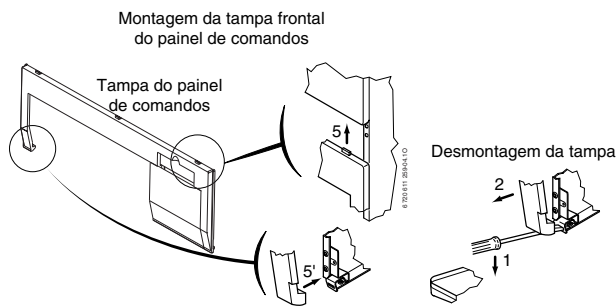

Fig. 15
- ▶ A tampa frontal de plástico é introduzida apertando a parte superior, inclinada para a caldeira, até que os ganchos de plástico entrem nos seus encaixes como se pode ver na ampliação da fig. 15.